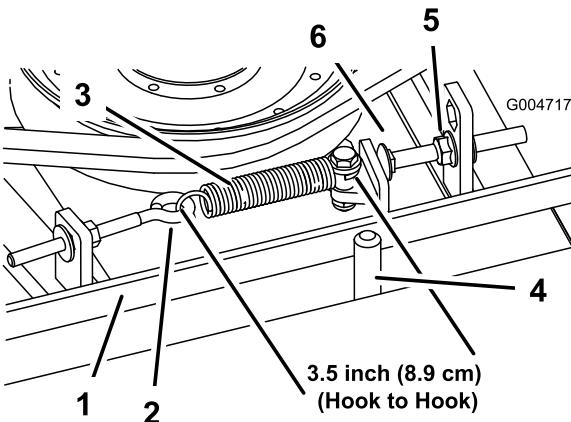

Figura 93
Nota: Certifique-se de que correia está colocada no lado da mola do guia da correia (Figura 93).
2. Desaperte o parafuso com olhal permitindo a remoção da mola de extensão (Figura 93).
3. Desaperte a porca flangeada que prende o pino de fecho à patilha de montagem e afaste a polia intermédia da correia para libertar a tensão da correia (Figura 93).
Quando a tensão estiver correta, a medida interior da mola de extensão (ganco a gancho) deverá ser de cerca de 8,3 cm a 9,5 cm. Logo que se obtenha a tensão correta da mola, ajuste o pino de fecho (parafuso da carroçaria) até haver uma folga aproximada de 2 a 5 mm entre a cabeça do parafuso e o braço intermédio (Figura 93).
- Nota:** Certifique-se de que correia está colocada no lado da mola do guia da correia (Figura 93).
9. Ligue a mola de extensão (Figura 93) ao parafuso de olhal e aplique a tensão na correia como se segue: